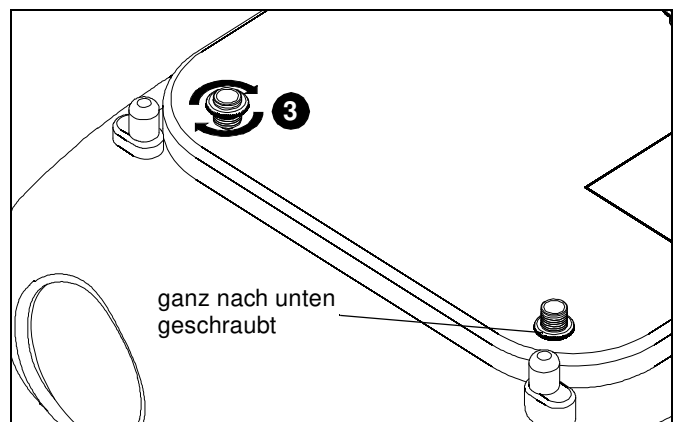

Abb. 3
3. Schrauben Sie die Höheneinstellmutter auf die gewünschte Höhe. (See Figure 3)